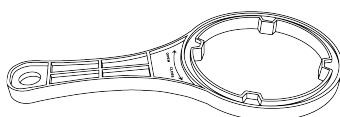

Fig. 4
4. Desapertar a caixa da tampa, utilizando as ferramentas fornecidas no kit de instalação (Fig. 4)